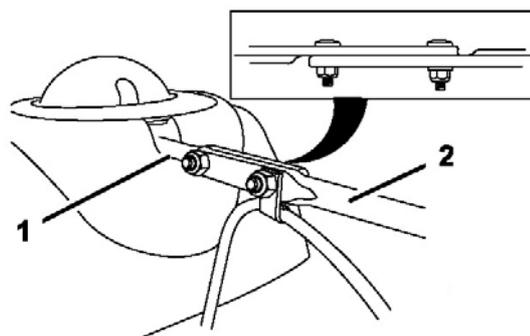

Рисунок 14.
3. Совместите плоский задний конец длинного штока управления выбросом с плоским передним концом короткого штока, который выступает с панели управления, чтобы они соединились (рис. 14).